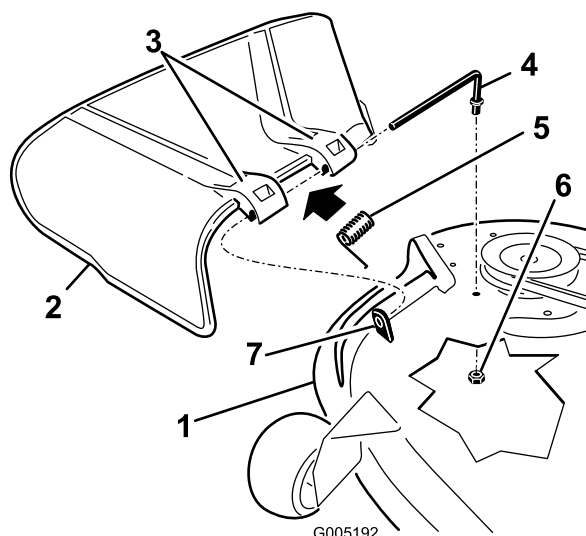

Figura 70
- Remova a porca ($\frac{3}{8}$ pol.) da barra debaixo do cortador (Figura 70).
- Deslize a barra para fora da parte saliente curta, da mola e do defletor de relva (Figura 70).
- Substitua o defletor de relva (Figura 70).
- Faça deslizar a barra pelo segundo suporte do defletor de relva (Figura 70).
- Fixe a extremidade traseira da barra ao cortador com uma porca ($\frac{3}{8}$ pol.), como se mostra na Figura 70.